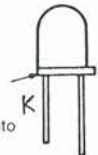

Figura 2. Riepiloghi teorici.
Sullo zoccolo IC2 possono essere inseriti i circuiti integrati da provare: 4001 (NOR), 4011 (NAND), 4071 (OR), 4081 (AND) e 4093 (NAND a trigger di Schmitt). Uno degli ingressi delle porte è collegato al clock H1 e l'altro al clock H2. Le uscite di ciascuna porta alimentano un LED che permette di visualizzare lo stato logico. La combinazione delle frequenze di clock verifica tutti gli stati degli ingressi. I LED D3, D4, D5 e D6 lampeggiano nel rispetto della tabella della verità di ciascuna porta (vedi Figura 2).